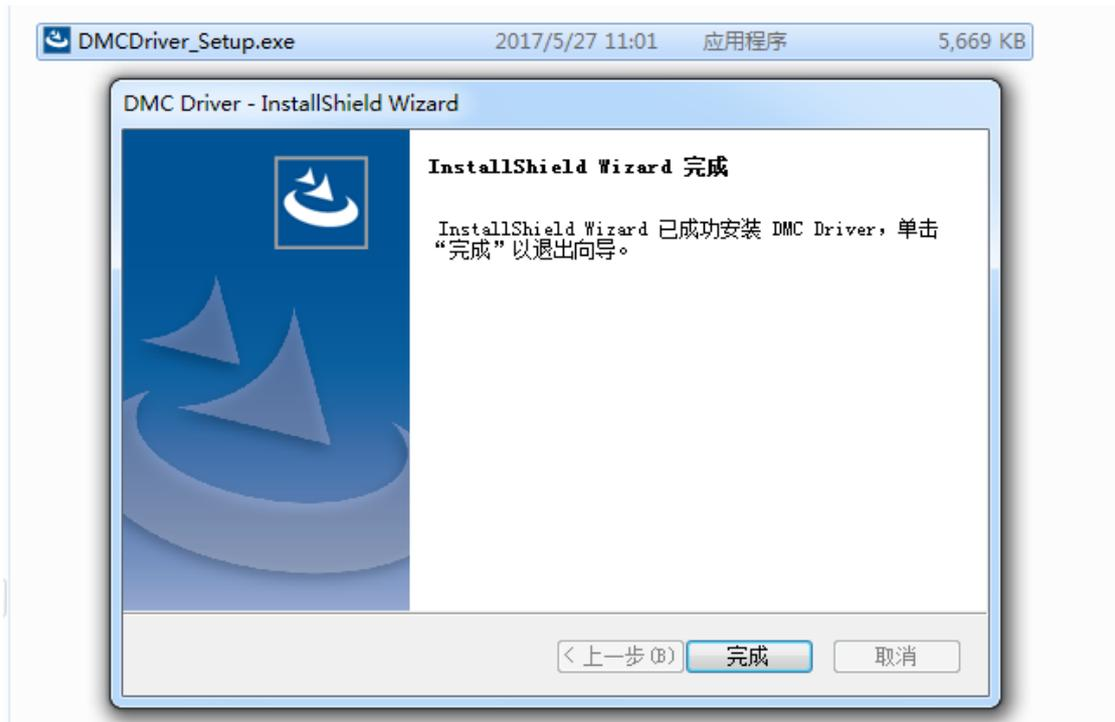

图 4.10 完成驱动程序安装
6、安装完成后，显示界面如图 4.10 所示，点击“完成”。